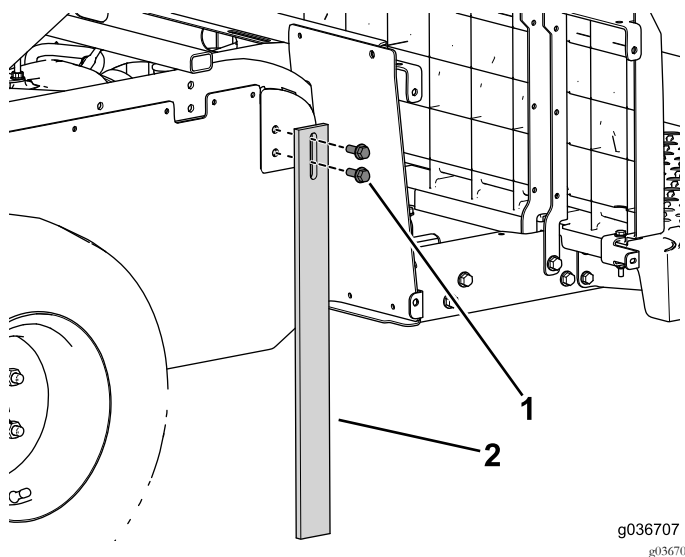

図 14
3. 車体左右にサポート脚を取り付けるフランジボルト4本を使用する 図 14。